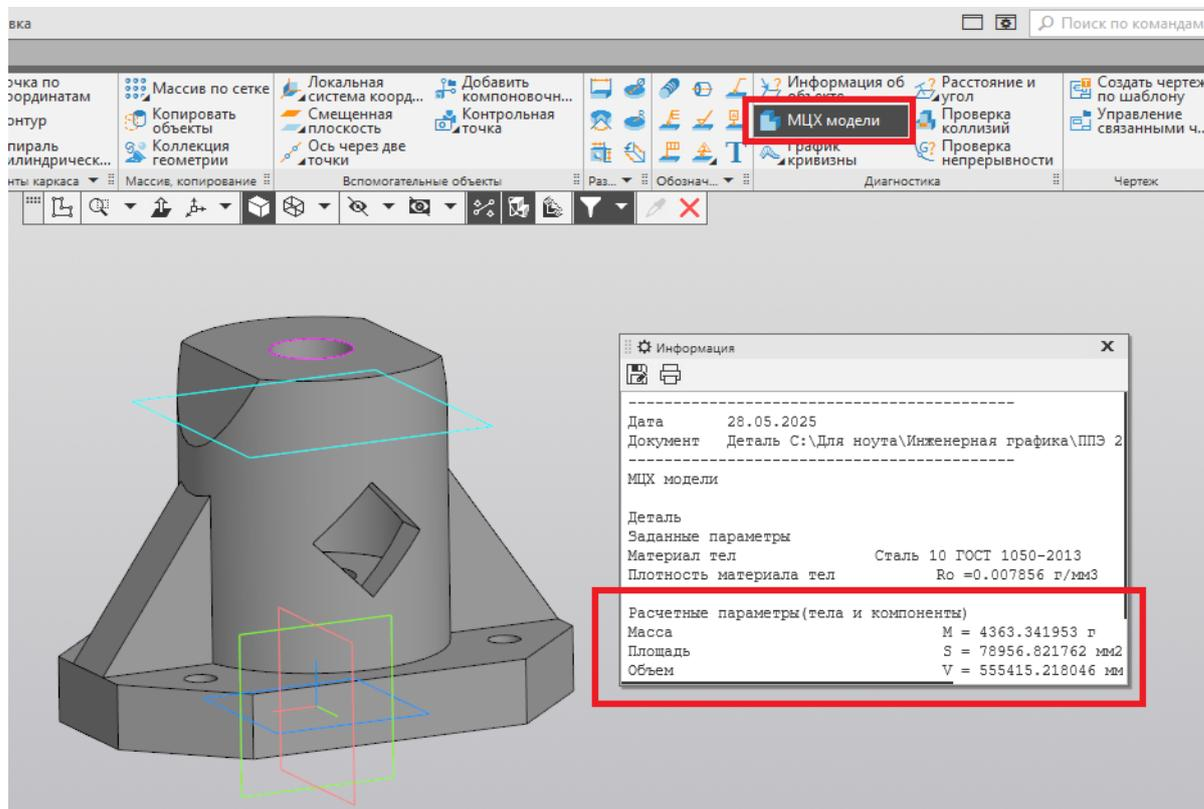

Рис. 48
4. Площадь и объём модели детали получаем при использовании команды «МЦХ модели» (рис. 48).